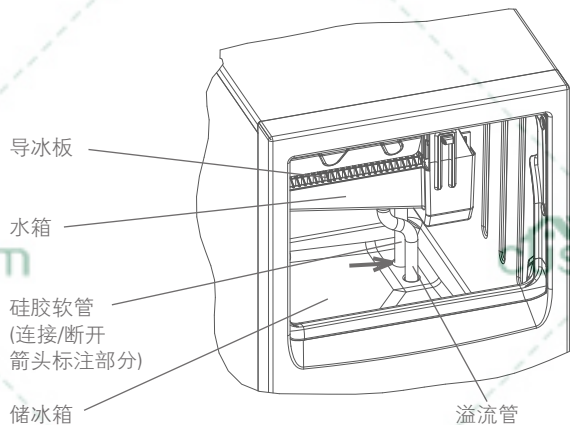

图5
- 5) 断开硅胶软管, 将水从水箱中排出。将水全部排空后, 将硅胶软管装回原位。参见图5。